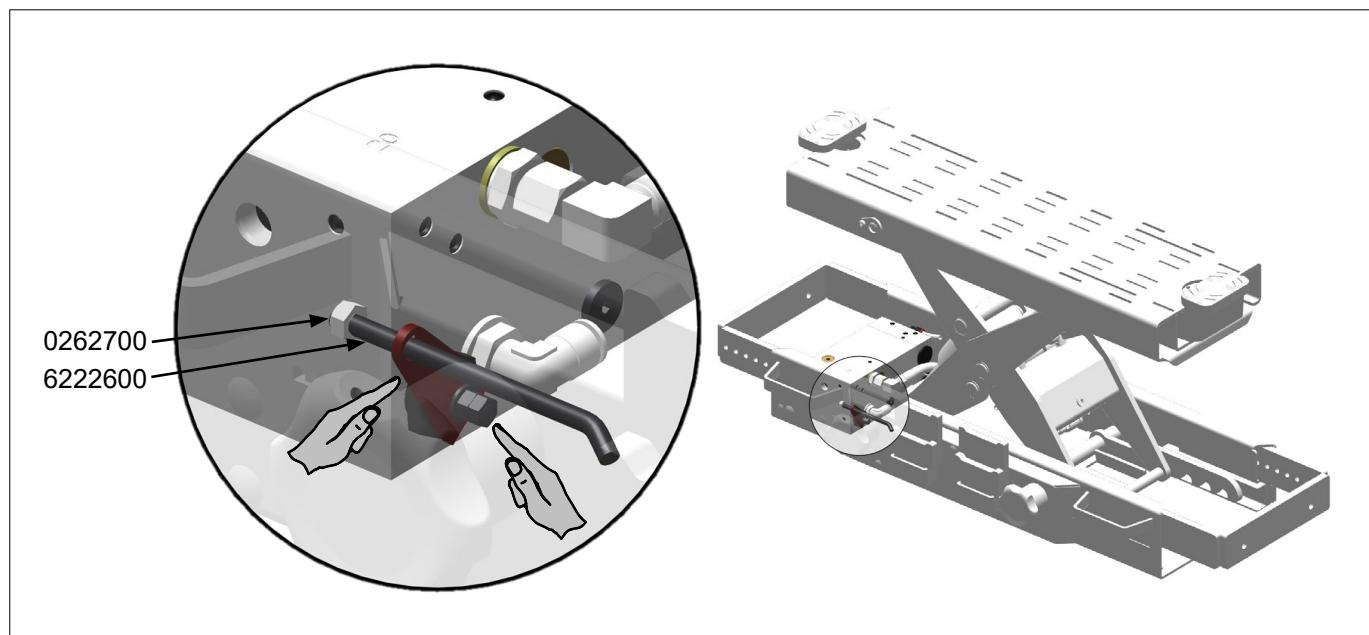

Fig.20
2. Donkraften løfter ikke nok: Kontroller at udløseren står i "neutral" og kan bevæge sig frit. Såvel udløser 6222600 (justeres med møtrik 0262700) som udløserarm Fig.20 (justeres med 2 kontramøtrikker på pumpens udløserspindel) skal være løse, så udløserventilen uhindret kan lukke helt tæt. Kontroller også luftforsyningen: Minimum 8,5 bar og 500 l/min.
4. Donkraften fortsætter med at sænke efter at udløseren er sluppet: Udluft hydraulikcylinderen ved skruen (10).
2. The jacking beam cannot lift enough: Check that release handle is on "neutral" and can move freely. Both release 6222600 (adjusted with nut 0262700) and release arm Fig.20 (adjusted with 2 counternuts on the pump's release spindle) must be loose to allow the release valve to close tightly. Also check the air supply: minimum 8,5 bar and 500 l/min.
4. The jacking beam continues to lower after letting go of the release handle: Ventilate the hydraulic cylinder by screw (10).